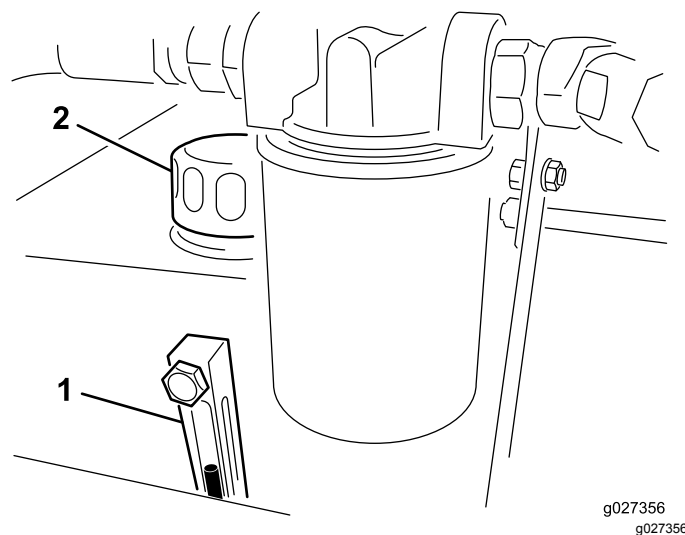

Bild 4
2. Prüfen Sie den Ölstand am Schauglas (Bild 4). Wenn der Ölstand in der Mitte des Schauglases liegt, ist genügend Öl eingefüllt.